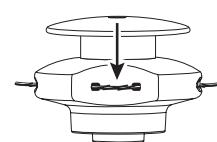

Fig. 20
5. Poussez le fil de la débroussailleuse derrière le crochet pour l'empêcher de se détacher en cours de fonctionnement (Fig. 20).